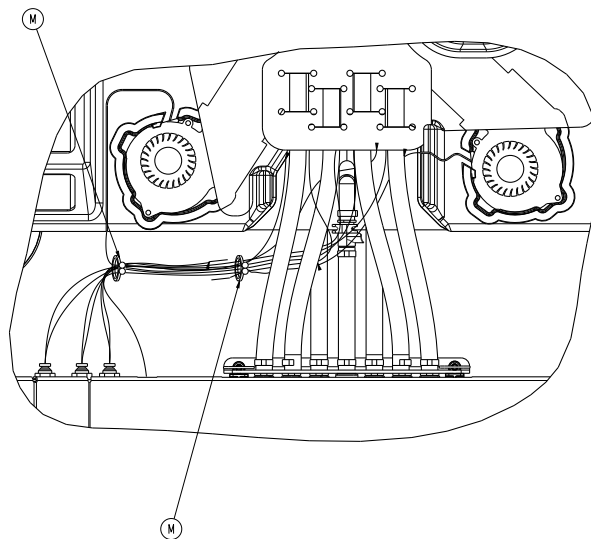

Figure 2-27 : Serre-câbles à coulisse
- Retirer les deux serre-câbles à coulisse (M) (Figure 2-27 à la page 2-51). Conserver les serre-câbles à coulisse.